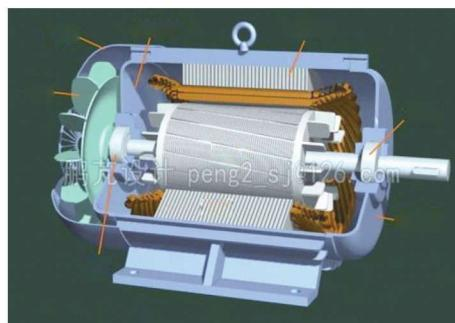

图 1-10 定子、转子装配图
(3) 转子由滚动轴承和前后端盖支承,使定、转子之间的气隙均匀(见图 1-10)。
(4) 在转轴的一端装有风扇随转子转动,用来对电动机进行鼓风散热(见图 1-10)。